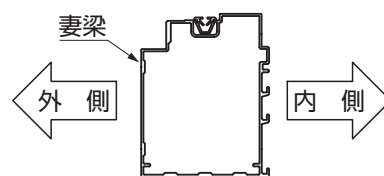

図5-6 妻梁取付け方向
- 妻梁は「内側」「外側」に注意してください。(図5-6参照)